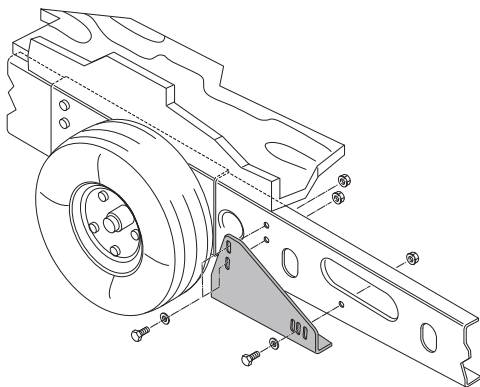

Abb. 13
- Geeignet für Wohnwagen bis 1800 kg mit einem AL-KO Vario III / AV Chassis mit einer Rahmenstärke von weniger als 2,8 mm (Abb. 13).